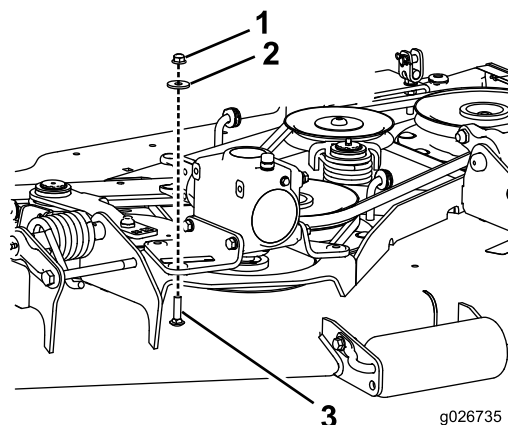

Figure 1
2. Retirez les 3 écrous, rondelles et boulons de carrosserie qui fixent les supports de montage du boîtier d'engrenages sur le plateau de coupe (Figure 1).
5. Montez le boîtier d'engrenages (voir Figure 1).